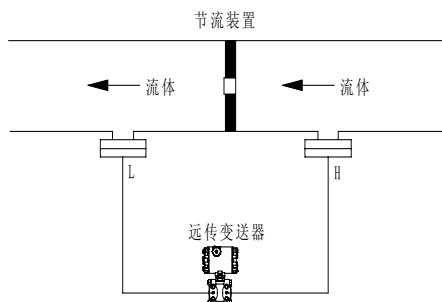

图 12 测量水平管道
- (1) 测量水平管道时，两法兰同在一水平面上不存在迁移的问题。见图 12。